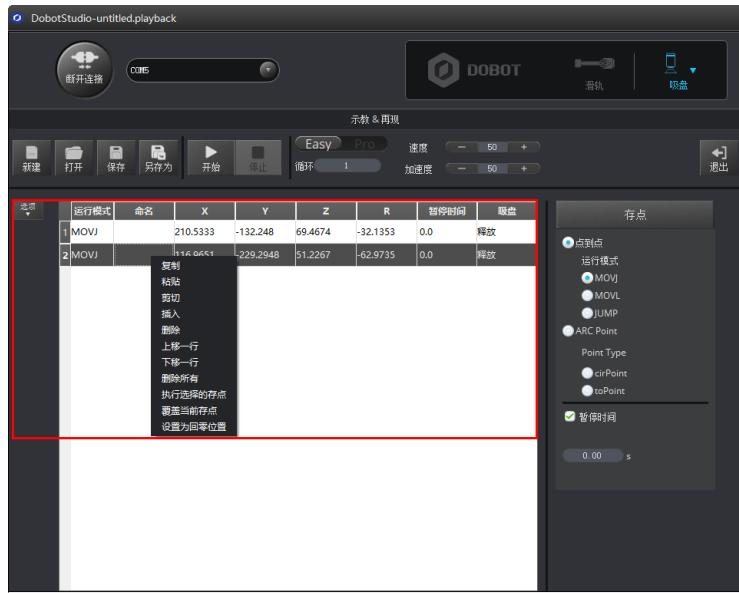

图 5.18 存点列表区域
- Easy和Pro模式下可以对选中的存点进行设置，比如复制、粘贴、剪切、切换运行模式，修改名称和坐标值等。如图 5.18所示。
右键快捷菜单	右键单击某一个存点弹出快捷菜单，可以对该存点进行复制、粘贴、剪切、插入和删除等操作。如图 5.18 所示